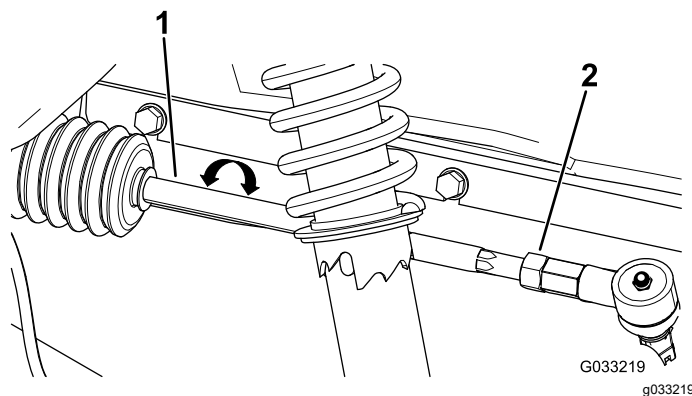

Figura 57
2. Si la distancia no es de entre 0 y 6 mm, afloje las contratuercas en el extremo exterior de las bielas (Figura 57).